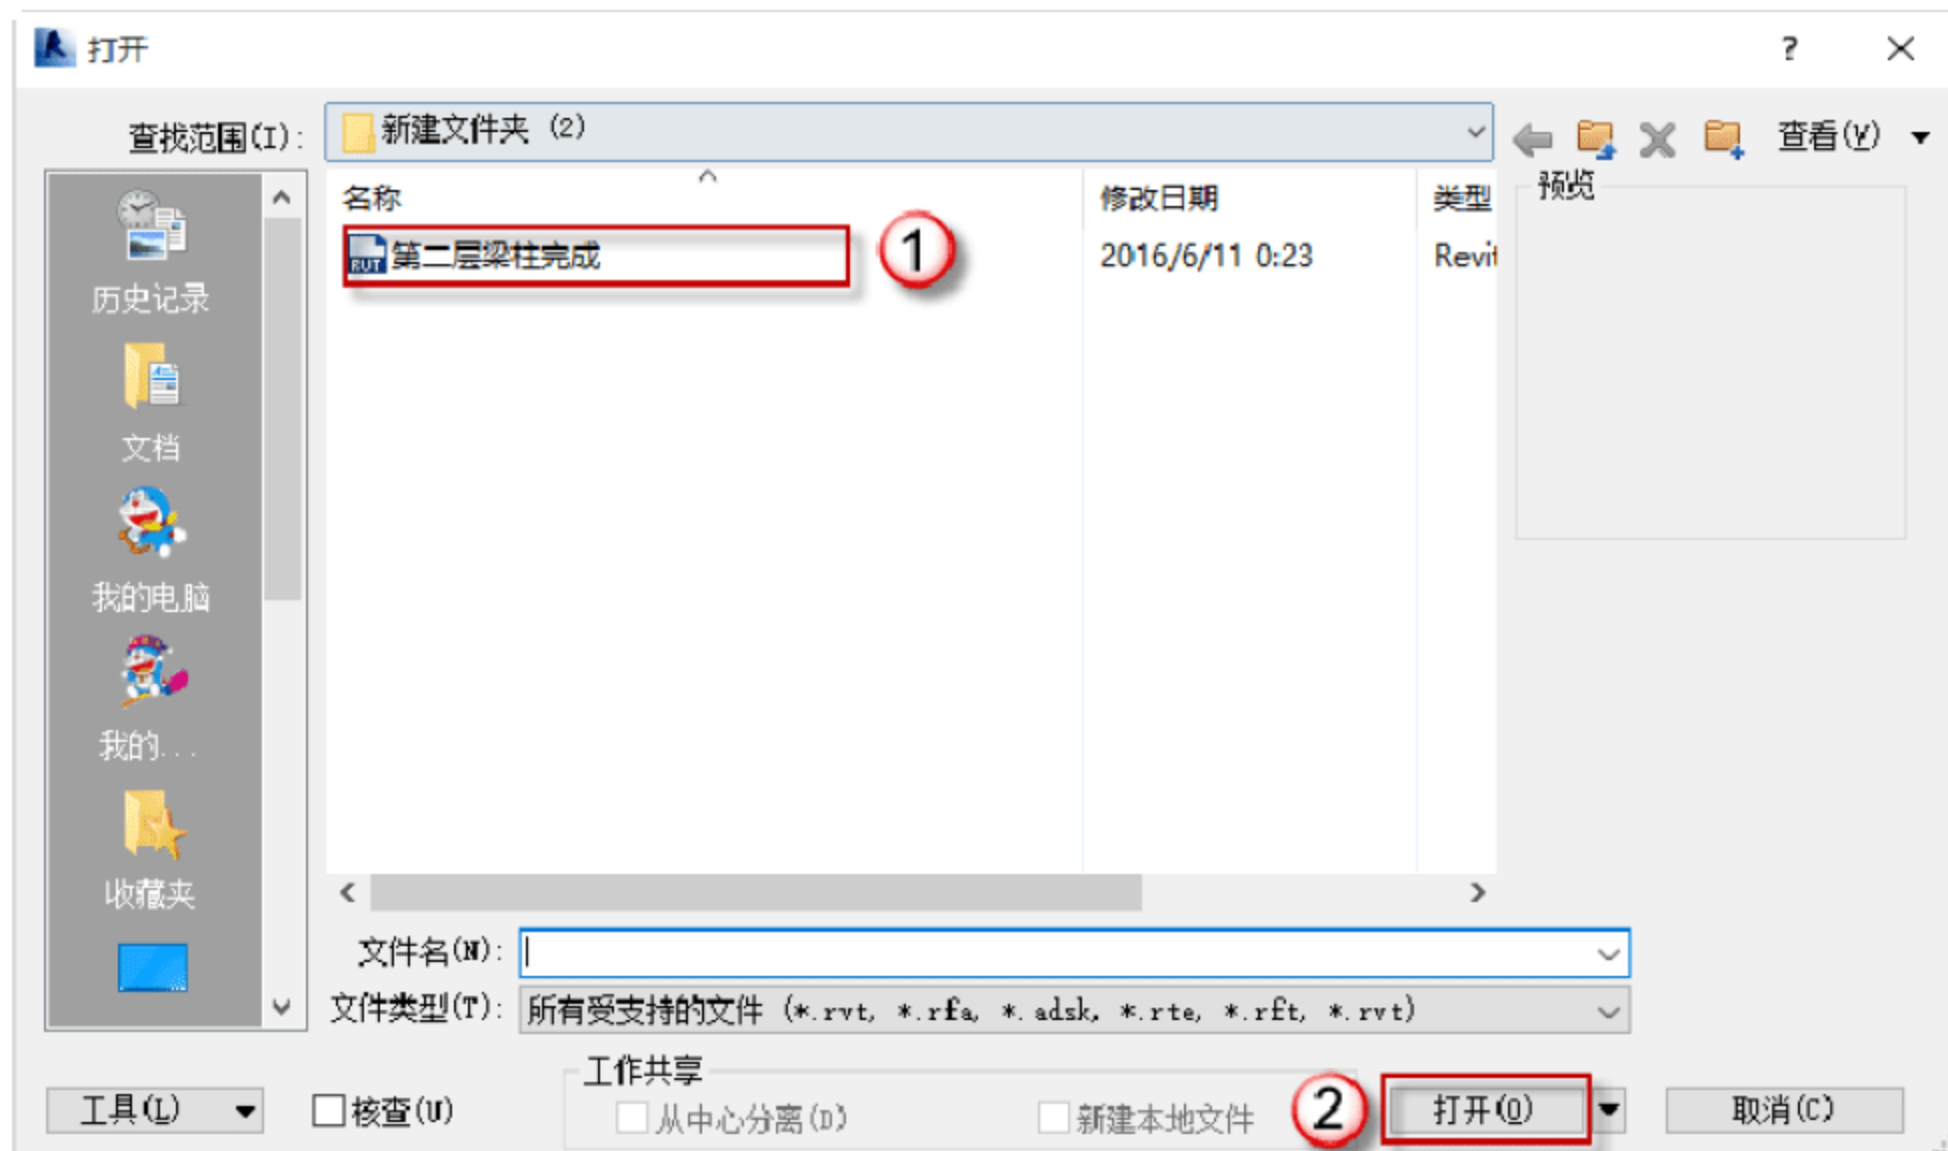

图 4.3.26 打开项目
(1) 打开项目文件。单击“打开”按钮, 在弹出的对话框中打开保存的文件, 或者直接单击“历史项目”按钮, 如图 4.3.26 所示。